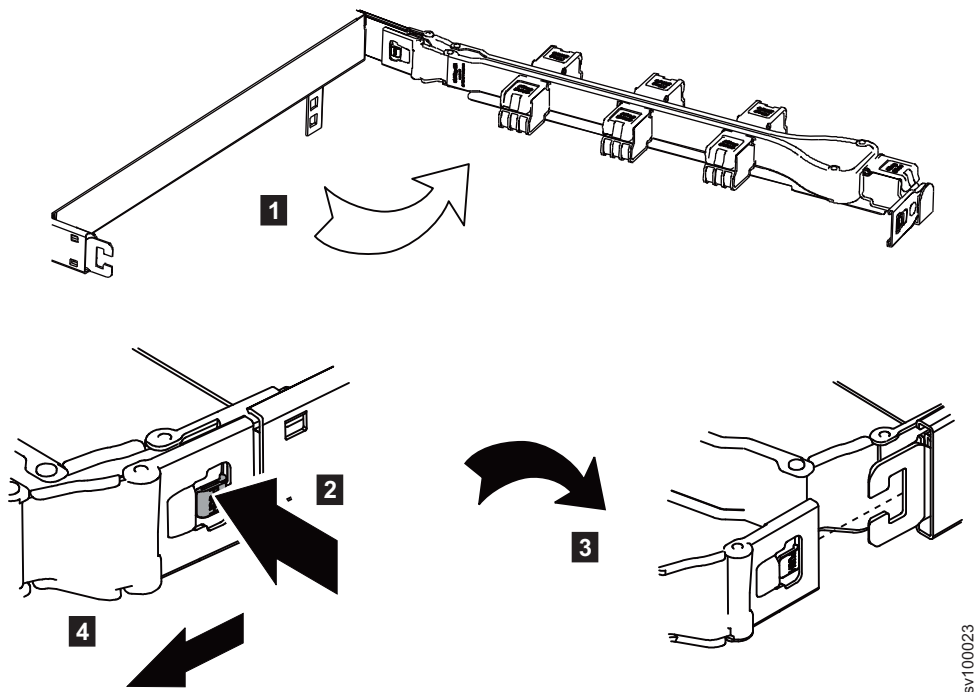

図 7. ケーブル・マネジメント・アームの外部メンバーの取り外し
4. 28 ページの図 7 に示すように外部メンバーを切り離します。
- a. ケーブル・マネジメント・アームを右側に曲げてシャーシを維持するか、取り外しを再開します (1)。
- b. 「プッシュ」ボタンを押します (2)。
- c. ケーブル・マネジメント・アームのプラグイン部分を引き離します (3)。